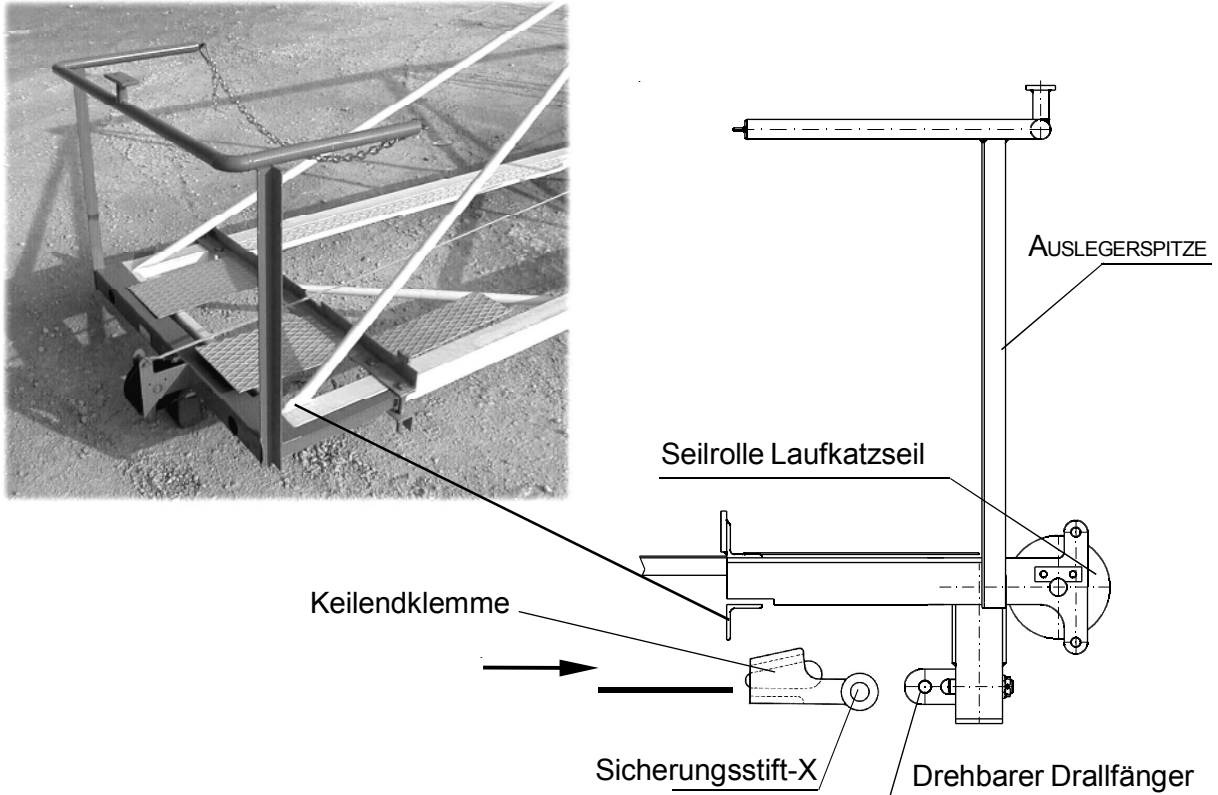

Abb. 2.5.9
Die Laufkatze zur Auslegerspitze fahren, dabei das Seil von der Hubwinde abwickeln, die Keilendklemme zur Auslegerspitze bringen und das Seil mit Sicherungsstift-**X** am drehbaren Drallfänger befestigen (Abb. 2.5.9).
- C) den Sicherungsstift-**X** aus dem drehbaren Drallfänger der Auslegerspitze entfernen (Abb. 2.5.9);